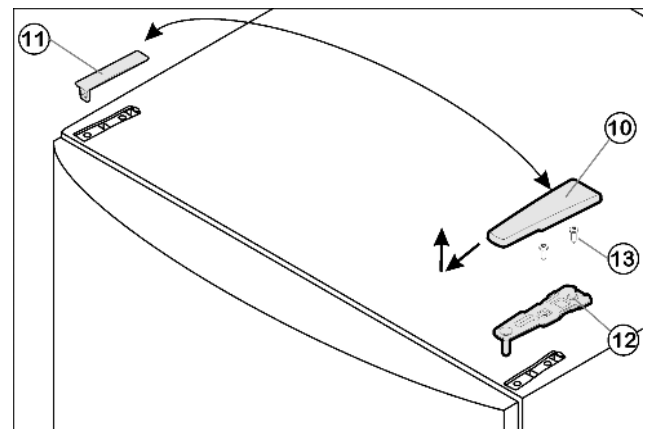

Fig. 4
- ▶ Estrarre la copertura Fig. 4 (10) tirandola in avanti e verso l'alto.
- ▶ Staccare la copertura Fig. 4 (11).
- ▶ Svitare il blocco di supporto superiore Fig. 4 (12) (2 x Torx® 25) Fig. 4 (13) ed estrarre tirando verso l'alto.
- ▶ Inserire il blocco di supporto superiore Fig. 4 (12) sul nuovo lato della cerniera nella porta.
- ▶ Serrare il blocco di supporto superiore Fig. 4 (12) **fermamente a 4 Nm** (2 x Torx® 25) Fig. 4 (13). Eventualmente praticare fori a vite o utilizzare un avvitatore a batteria.
- ▶ Innestare la copertura Fig. 4 (10) e la copertura Fig. 4 (11) rispettivamente sul lato opposto.